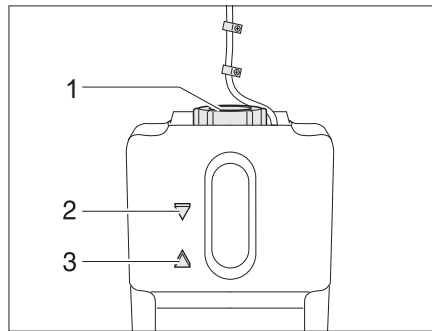

Bild 285 Ausgleichsbehälter Warmwasser-Heizung
- Prüfen, ob am Ausgleichsbehälter (Bild 285) die Flüssigkeit zwischen der Markierung "MIN" (Bild 285,3) und "MAX" (Bild 285,2) steht.
- Am Ausgleichsbehälter den Drehverschluss (Bild 285,1) aufdrehen.